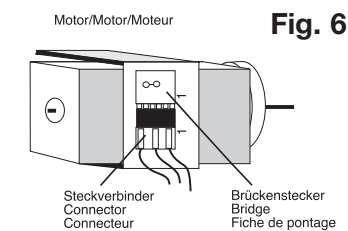
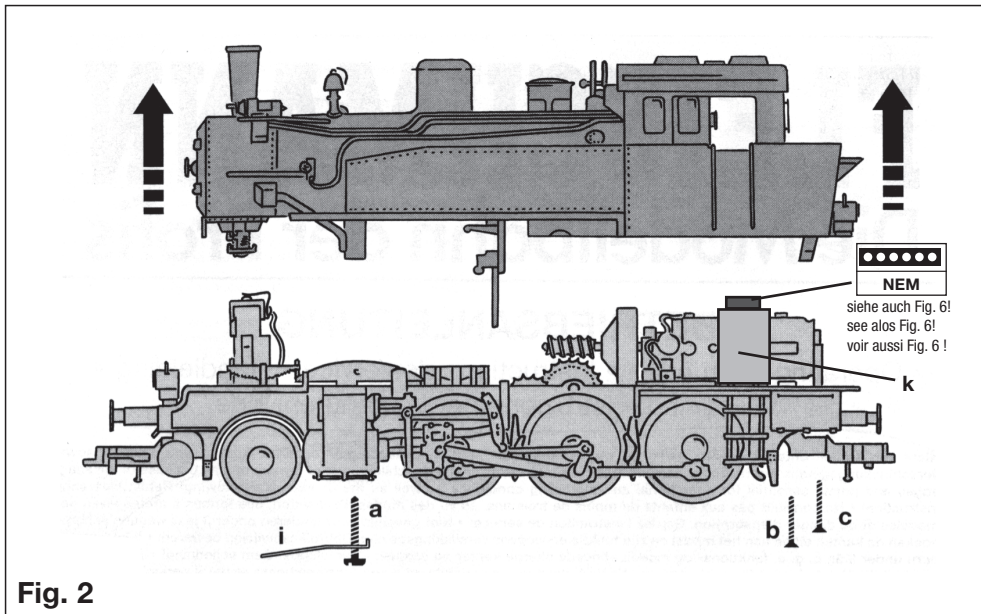

Fig. 6
Fig. 2
**Abning:** For udskiftning af pærer, motor kul og ved smøring. Skruerne **a**, **b** og **c** løsnes og overdelen løftes ovenud (Fig. 2).
**Apertura:** L'apertura della locomotiva si richiede solo per la sostituzione delle lampadine, del motore, delle spazzole di contatto e per oliare i cuscinetti del motore e dell'ingranaggio. Rimuovere le viti **a**, **b**, **c** ed estrarre la carrozzeria verso l'alto (fig. 2).
Die Lok ist mit einer 6-poligen elektrischen Steck-Schnittstelle nach NEM 651 ausgestattet. Zum Einbau eines digitalen DECODERS (DCC: 6876, neu: 687401) das Lokgehäuse abnehmen (Fig. 2). Den Brückenstecker (s. Fig. 6) vorsichtig herausziehen. Mit einem Klebestreifen, die dem DECODER beiliegen, die Seite des Decoders mit dem größten Bauelement auf den Motorhalter kleben. Unter Beachtung der Litzenführung den 6-poligen Stecker des DECODERS so in die Schnittstelle stecken, dass die Markierungen »1« auf der gleichen Kante liegen. Die orange Litze liegt bei »1«. Um Kurzschlüsse zu vermeiden, achten Sie bitte darauf, dass der Schnittstellen-Stecker zum Motor hin isoliert wird (evtl. zweiten Klebestreifen des Decoders verwenden). Die Lok kann nun unter der Adresse »3« gefahren werden.
The locomotive is ready fitted with a 6-pole connector socket as per NEM 651. To install a digital DECODER (DCC: 6876, new: 687401), tick the side of the decoder with the largest component onto the motor clamps top (see Fig. 6). After pulling out the jumper bridge, plug in the DECODER into the socket, paying attention to the wiring, ensuring that the markings »1« are on the same side. The orange wire is at »1«. Make sure that there can be no short-circuit between the plug and the motor (you may use the second adhesive strip included with the decoder. The loco will now run under the address »3«.
La locomotive est équipée d'un connecteur électrique à 6 pôles, normalisé NEM 651. Pour monter un DECODER (DCC: 6876, nouveau : 687401) digital, retirez le boîtier de la locomotive (Fig. 2). Extraire soigneusement la fiche de pontage. A l'aide de l'un des rubans adhésifs fournis avec le DECODER, collez le côté du décodeur présentant le composant le plus gros sur le support d'interface (voir Fig. 6). Après retirer la fiche de pontage, branchez la fiche à 6 poles du DECODER en respectant l'ordre des fils et en veillant à ce que les repères »1« soient du même côté. Le fils orange est prochain »1«. Remettez le boîtier de la locomotive en place. Pour éviter les courts circuits, veillez à l'isolement entre le connecteur et le moteur (peut être utiliser pour cela le deuxième ruban adhésif du décodeur). La locomotive peut à présent rouler avec l'adresse »3«.
De locomotief is met een 6-polige elektrische adapter volgens NEM 651 uitgerust. Voor het inbouwen van een digitale DECODER (DCC: 6876, nieuw: 687401) het lokhuis verwijderen (Fig. 2). De overbruggingsstekker voorzichtig eruit trekken. Met behulp van de meegeleverde kleefstrook de decoder op het opzijde van de decoderhouderbeugel bevestigen (zie Fig. 6). De 6-polige stekker van de DECODER zo in de adapter stekken, dat de markeringen 1 zich aan dezelfde zijde bevinden. Om kortsluiting te vermijden dient u er op te letten dat de interface-stekker van het motorwoord geïsoleerd (gebruik hiervoor de extra plakstrook die bij de decoder wordt meegeleverd). De lok kann nu via adres »3« rijden.
Maskinen er udstyret med et 6-polet stik NEM 651. For indbygning af en digital DECODER (DCC: 6876, ny: 687401) afmonteres overdelen (Fig. 2). Bro-stikket trækkes forsigtigt ud. Den side af decoderen hvor den største komponent er monteret, monteres på decoderholderen med vedlagte tape. DECODERENS stik sættes i brostikket, så markeringen 1 er i samme side. Pas på at ledningerne ikke kommer i klemme. Vigtigt: Vær opmærksom når et decoder-stik sættes i en sokkel på et motor eller sidder tæt sammen. Sikket må ikke kunne røre motor/ramme. Til isolering er decoderen vedlagt klæbefolie. Maskinen kører nu under adresse »3«.
La locomotiva è pronta dotato di una presa a 6 poli da NEM 651. Per installare un decodificatore digitale (DCC: 6876, nuovo: 687401), collare il parte dei decoder con le componente più grande sul superficie dal supporto decodificatore (vedi Fig. 6). Estrarre la spina a ponticello. Collegare il decoder alla presa, prestando attenzione al cablaggio, assicurando che la marcatura "1" sono sullo stesso lato. Il filo arancione è a "1". Assicurarsi che non vi può essere di corto circuito tra la spina e la piastra anteriore del motore (utilizzare la seconda striscia adesiva inclusa con il decoder. La locomotivapuò ora circolare con l'indirizzo "3."
**Öffnen:** Ein Öffnen der Lok ist nur zum Einbau eines Decoders, Lampenwechsel, Austausch des Motors, Schleifkohlenwechsel und Ölen der Motor- und Getriebelager erforderlich. Die Schrauben **a**, **b** und **c** lösen und Lokgehäuse senkrecht nach oben abheben (Fig. 2).
**Opening:** Opening the loco is only necessary to install a decoder, change the bulbs, motor, brushes or to oil the motor and gear bearings. Undo the screws **a**, **b** and **c** and vertically lift the loco body upwards (Fig. 2).
**Ouverture** : L'ouverture de la locomotive ne se justifie que pour le remplacement de lampes, du moteur ou des charbons de mote'ur et la lubrification des paliers du moteur et du train d'engrenages. Enlever les vis **a**, **b** et **c** et retirer la carrosserie vers le haut (fig. 2).
**Openen**: Het openen van de loc is alleen voor het inbouwen van een decoder, vervangen van de lampjes, onderhoud van de motor, het verwisselen van de koolborstels en het oliën van motor en lagers nodig. De schroefjes **a**, **b** en **c** losdraaien en het lochuis van de loc loodrecht naar boven trekken (fig. 2).